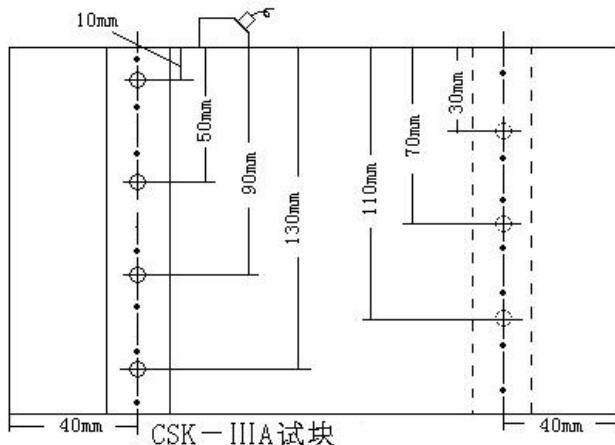

图 4-10
2、将探头 与参考试块耦合，使第一个参考点回波达到最高（我们用CSK-IIIA试块如图4-10）。